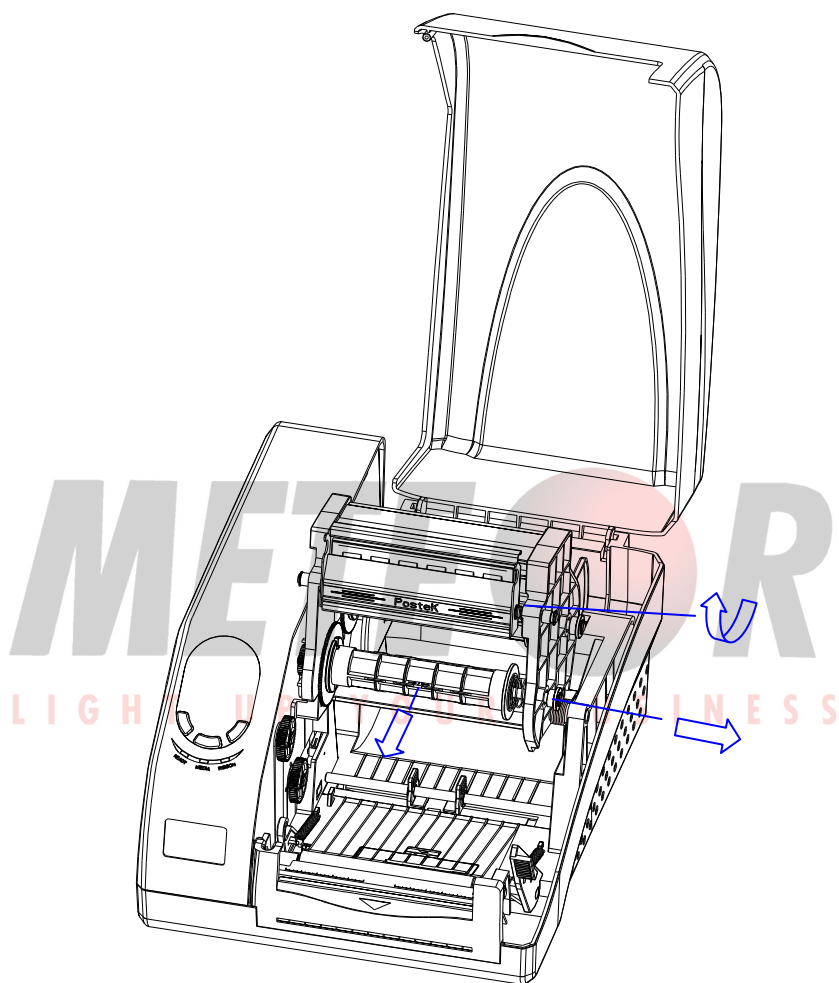

Figura 5-2
3. Sollevare il gruppo stampa per accedere allo svolgitore del nastro carbonato (Figura 5-2).